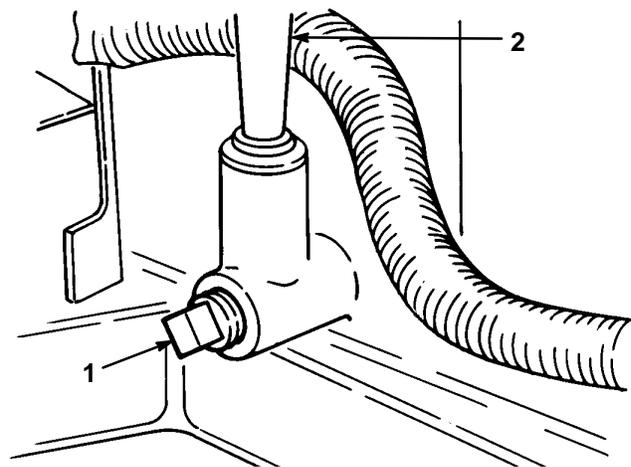

Abbildung 31
4. Eine Schale unter das Öleinfüllrohr stellen und die Ablassschraube entfernen (Abb. 31).